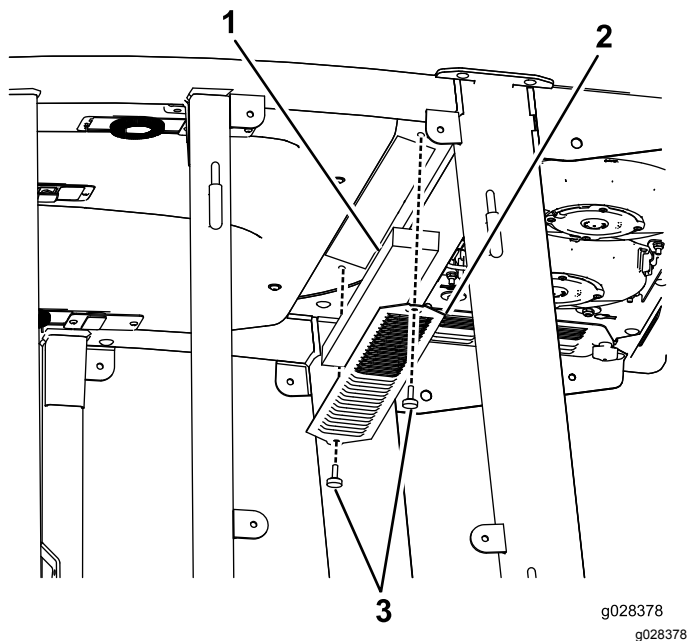
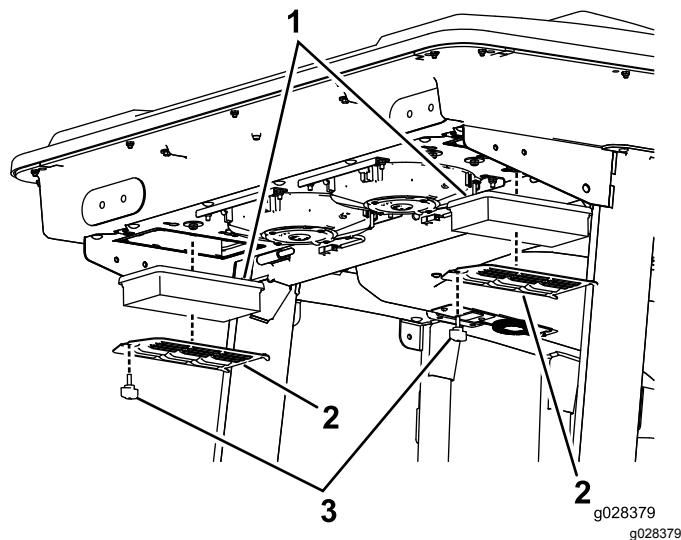

Figure 93
Figure 94
1. Retirez les vis et les grilles des filtres à air intérieur et arrière de la cabine (Figure 93 et Figure 94).